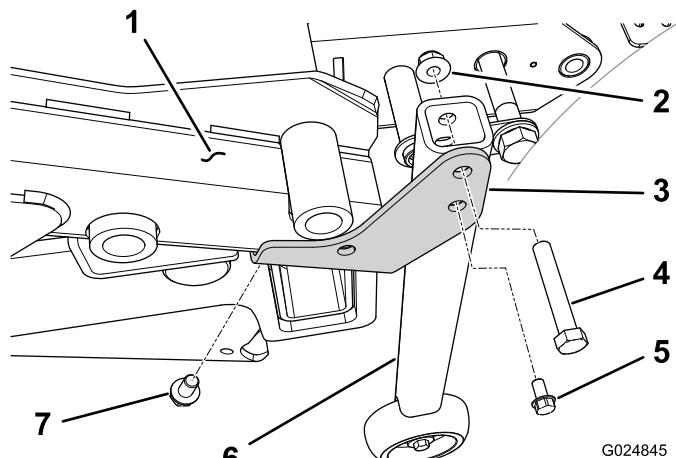

Figure 96
7. Pour les groupes de déplacement dont le numéro de série est postérieur à 313000001, fixez un support de conversion (droit ou gauche) à la face inférieure du coin arrière approprié du cadre du plateau au moyen d'une vis autotaraudeuse (3/8 x 5/8 po) (Figure 96).
8. Fixez le support de tube vertical au support de conversion (droit ou gauche) à chaque coin du cadre du plateau au moyen d'une vis (3/8 x 2-1/4 po) et d'un écrou à embase (3/8 po) (Figure 96).